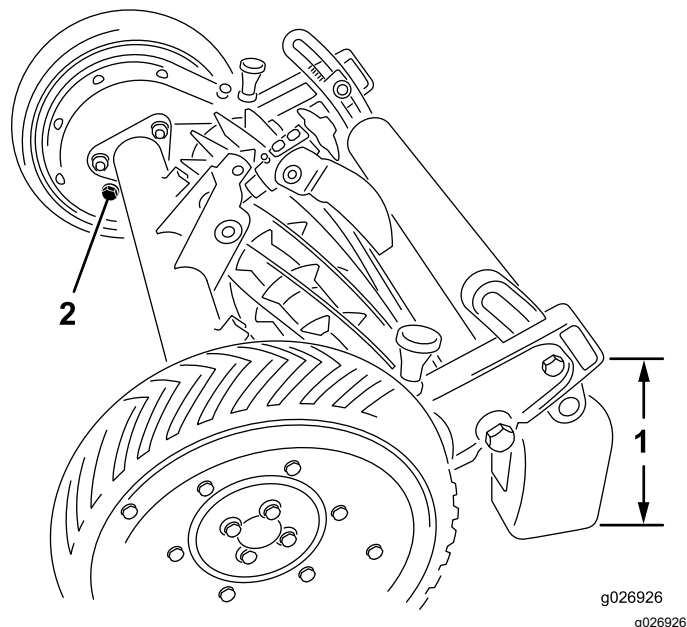

Figura 12
2. Eleve la parte trasera de la unidad de corte y apóyela sobre bloques hasta que quede una distancia de 26 cm (10 1/4") aproximadamente entre la parte inferior de la caja de engranajes que sobresale por detrás del soporte del rodillo y la superficie nivelada (Figura 12).
3. Retire el tapón de llenado del interior de cada caja de engranajes (Figura 12). Compruebe el nivel de aceite de la caja de engranajes; debe llegar al borde inferior del orificio de llenado. Si el nivel de aceite llega al borde inferior del orificio, instale el tapón de llenado.